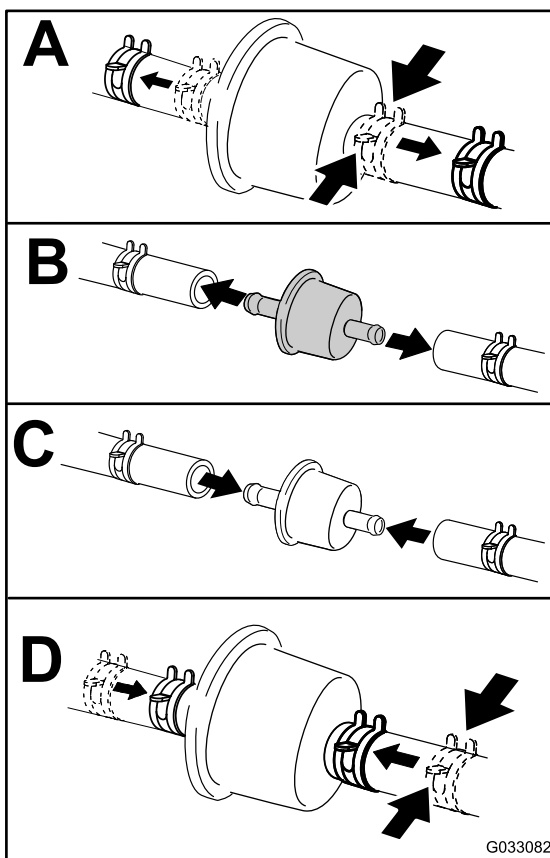

Figure 54
3. Remplacez le filtre (Figure 54).